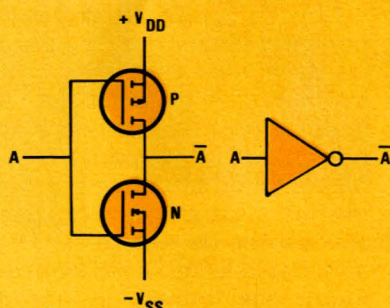
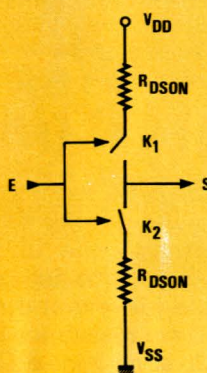

Figure 5
Figure 6
— le plan de câblage du connecteur (figure 6) n'est pas toujours très bien
La très faible consommation au repos (ou à fréquence faible) des C.MOS, résulte de l'association, dans une même cellule élémentaire, de transistors MOS à canal N et à canal P. Nous en donnons, en figure 5, l'exemple le plus simple, puisqu'il s'agit de l'inverseur logique. Un niveau logique 1 sur l'entrée (tension positive) rend conducteur le MOS à canal N, et bloque celui à canal P : la sortie se trouve alors au niveau bas (V_{SS}). Inversement, à un niveau 0 sur l'entrée (tension nulle) correspond le blocage du canal N et la conduction du canal P, donc un niveau 1 sur la sortie.
À l'état conducteur, chaque transistor peut se réduire à sa résistance $R_{DS\ ON}$, ce qui conduit à représenter l'inverseur de la figure 5 par son schéma équivalent de la figure 6, où les ordres de grandeur des $R_{DS\ ON}$ sont typiquement de 200 à 400 Ω . En régime statique, l'un ou l'autre des interrupteurs K_1 et K_2 est toujours ouvert. Si le circuit n'alimente aucune charge résistive, sa consommation
- Au circuit équivalent de la figure 6, il convient d'ajouter, sur la sortie, la capacité de structure de dispositif, augmentée des capacités d'entrée des circuits commandés, et des capacités de câblage. Si C est la somme de toutes ces composantes, f la fréquence de travail, et V_{DD} la tension d'alimentation, il en résulte une dissipation moyenne de puissance :